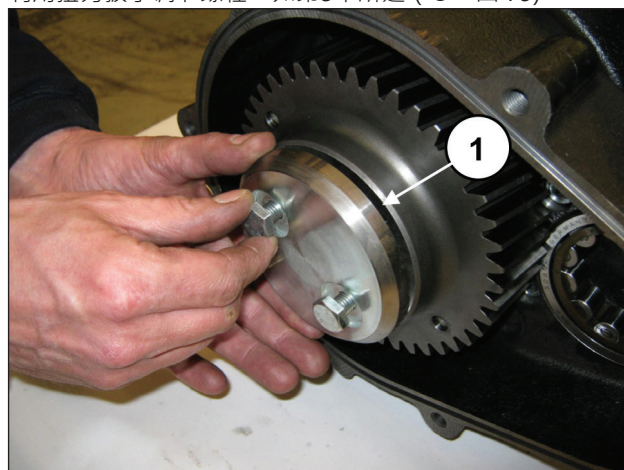
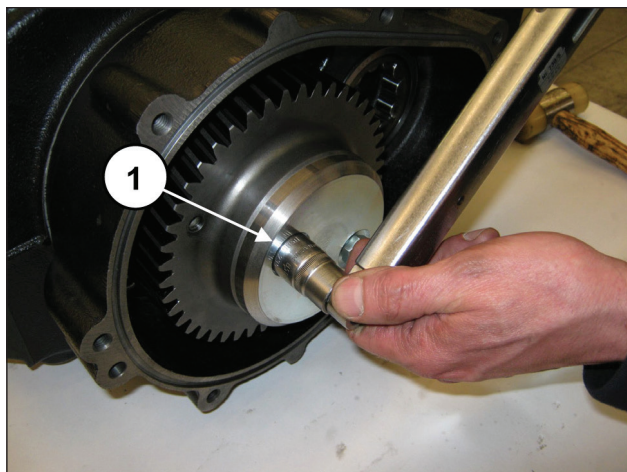

图 78
图 79
使用2个M10x25螺栓固定冠齿轮止动件（①，图 78）。利用扭力扳手调节螺栓，如第3章所述（①，图 79）。